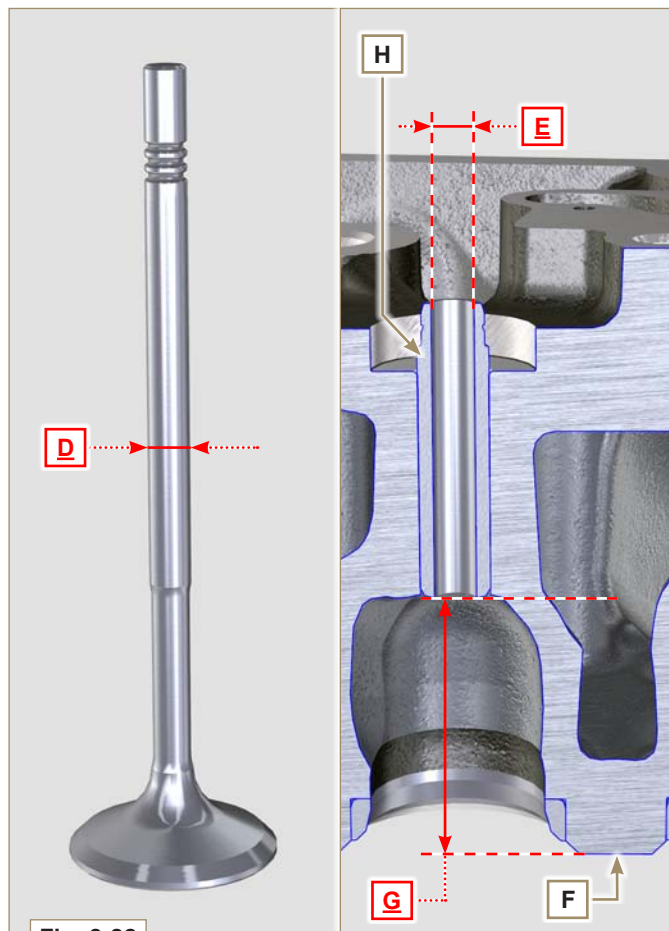

Fig. 8.22
- Beim Einbau der Führungen **H** den Abstand **G** von der Platte **F** einhalten (**Tab. 8.11 - Fig. 8.22**).
- Die Führungen müssen nach dem Einschlagen bearbeitet werden, damit die Werte **E** (**Tab. 8.11 - Fig. 8.22**) erreicht werden. Wenden Sie sich dafür bitte an eine Schleiferei.